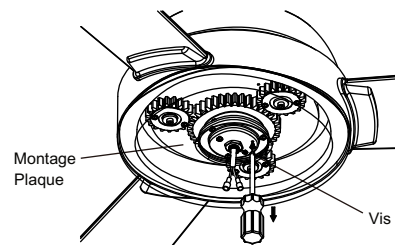

Fig. 23
Étape 1. Retirez la vis marquée d'une étiquette à points qui s'est préinstallée sur la plaque de montage et conservez-la pour une utilisation ultérieure. Desserrer les deux autres (ne pas enlever). (Fig. 23)